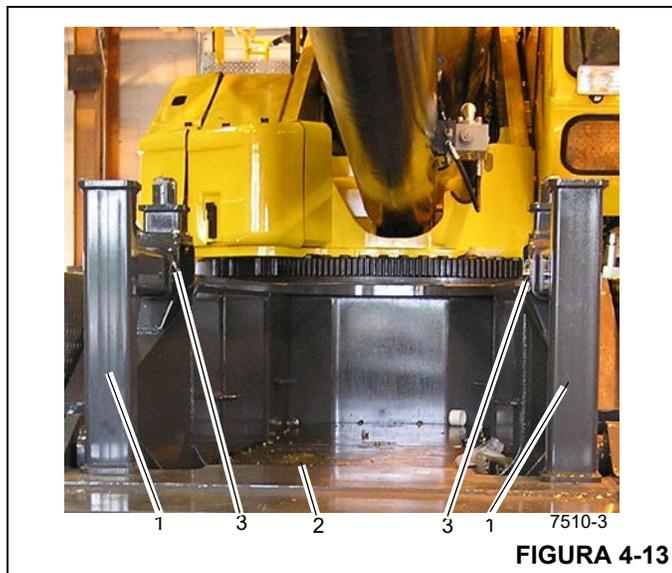

FIGURA 4-13
1. Utilice un dispositivo de levante adecuado para instalar los pedestales (1) (Figura 4-13) en la parte delantera del chasis del vehículo (2) y asegúrelos con los pasadores de enganche (3).